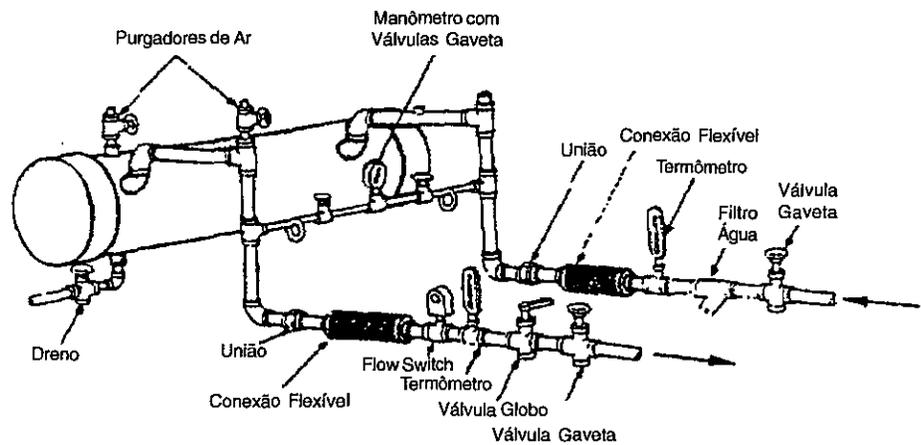

Figura 7
A Figura 7 mostra como proceder para fazer a instalação da tubulação de água. Um purgador de ar é colocado
5.6. Recomenda-se a instalação do manômetro com conexão na entrada e saída da água de forma similar à Figura 7, para evitar erro na leitura. A